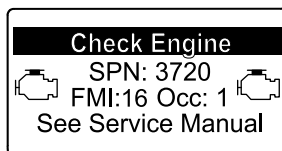

Figura 36
- Avvertenza motore SPN 3720, FMI 16 (Figura 36)